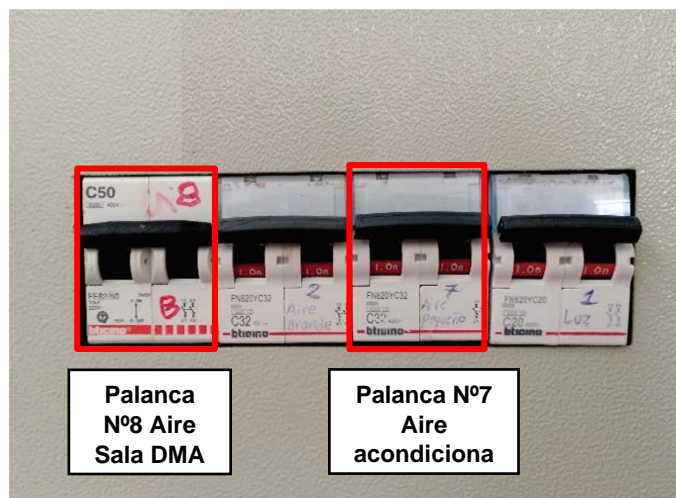

Fig.2 Caja eléctrica de la Sala DMA y palancas termomagnéticas N°7 y N°8
- Dirigirse hacia la caja eléctrica que se encuentra en la Sala DMA y asegurarse que las palancas termomagnéticas N°7 y N°8 se encuentren encendidas, estas corresponden a la corriente eléctrica de la Sala DMA y aire acondicionado de la misma (Fig. 2).